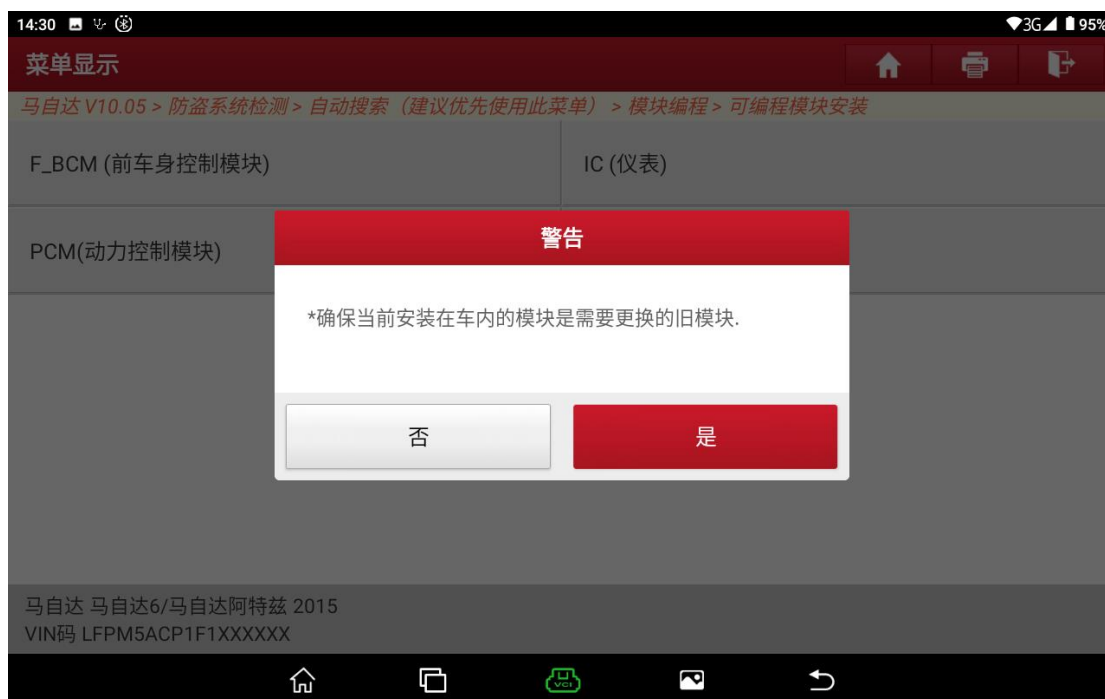

图 B10
7. 确认车内模块是需要更换的就模块，选择“否”退出功能，选择“是”进入下一步（图 B10）；